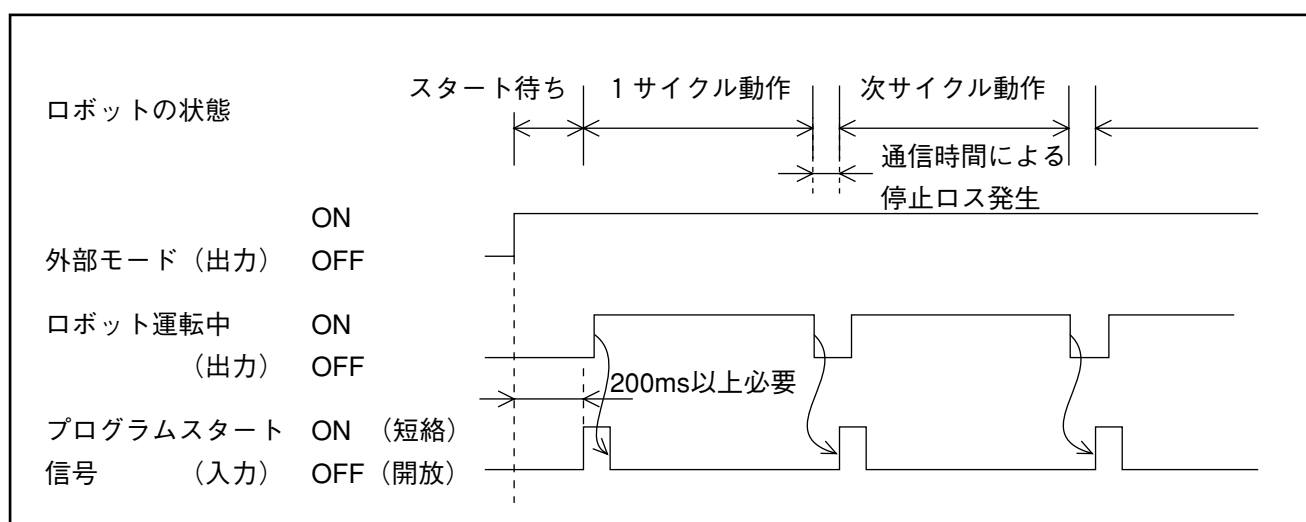

図4-19 プログラムスタート信号立ち上げのタイミング例
(4) プログラムスタート信号の（立ち上げ）ON、（立ち下げ）OFFのタイミング例
- ①ロボット専用出力（外部モード出力とロボット運転中）でプログラムスタート信号を立ち上げる方法を図4-19に示します。